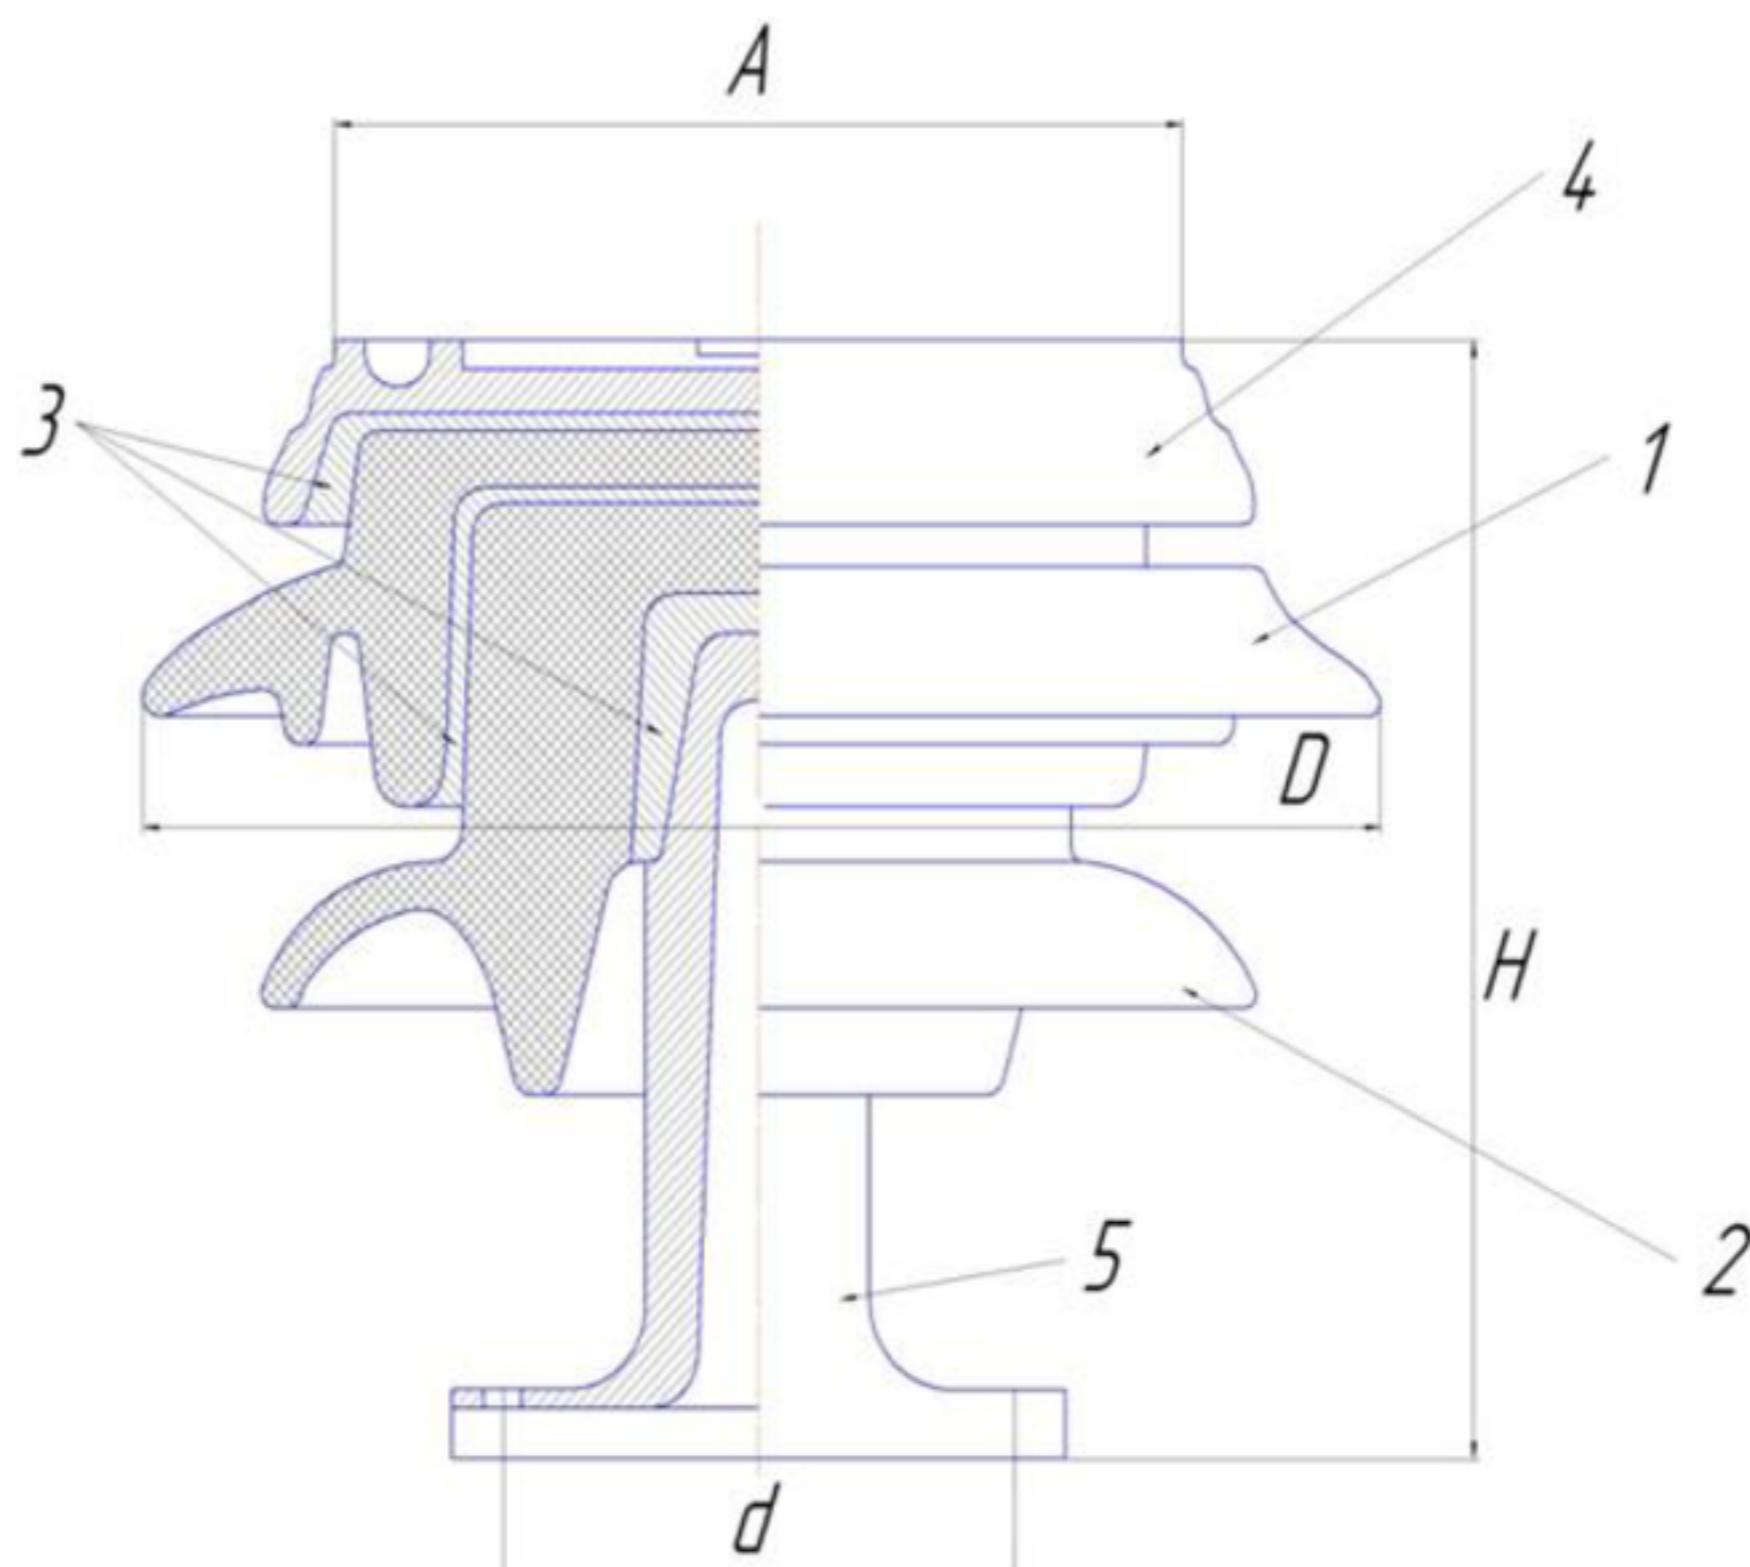

Рисунок 2 – Опорно-стержневой изолятор наружной установки
3. По заданной диаграмме рисунок 2 определить σ_{pc} , σ_b , σ_t (или $\sigma_{0,2}$) – параметры прочностных свойств материала (для диаграммы с выраженной площадкой текучести найти σ_t , если площадка текучести отсутствует – оценить величину $\sigma_{0,2}$).
Опорный стержневой керамический изолятор ОНС изолирует и поддерживает шины контактных деталей в открытом распределительном устройстве. Изолятор представляет собой сплошной круглый стержень с выступающими ребрами. На торцевых частях изолятора закреплены металлические фланцы (колпаки), являющиеся электродами (рис.2).